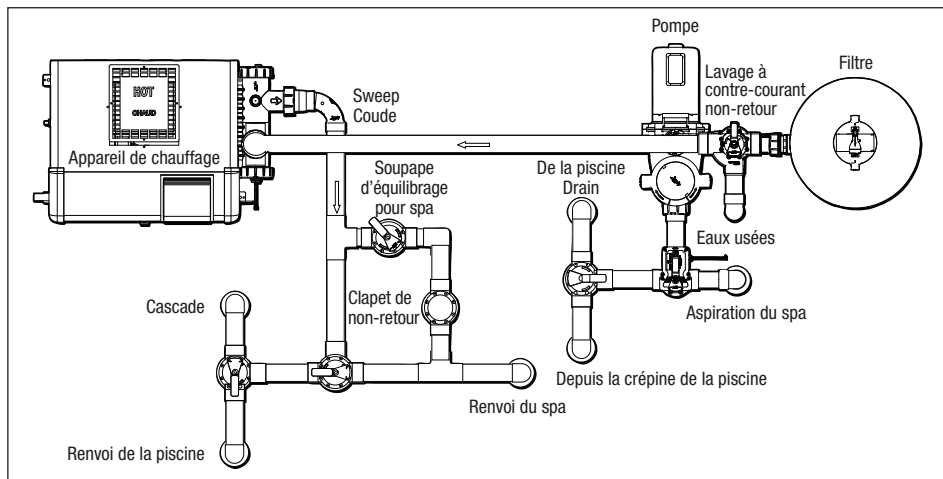

Figure 5. Plomberie du filtre à sable pour combinaison de piscine/spa
7. Placer le filtre sur le socle en béton, aligné avec les tuyaux d'entrée/sortie. Voir la Figure 5.
- c. S'assurer qu'il y a une distance suffisante entre le centre de l'orifice de sortie de la pompe et l'orifice d'entrée de la soupape de lavage à contre-courant pour recevoir le ou les coudes à long rayon. Voir la Figure 5 pour la configuration d'installation recommandée.